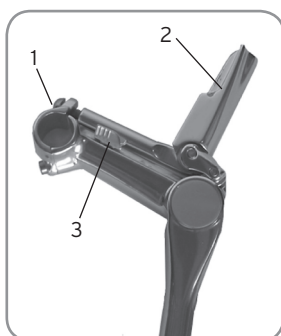

Figure 14. Potence à élévation réglable
1. Faites glisser le bouton de verrouillage vers l'avant (figure 14) et basculez le levier de fixation rapide.
2. Faites tourner la vis de réglage de tension (figure 14).